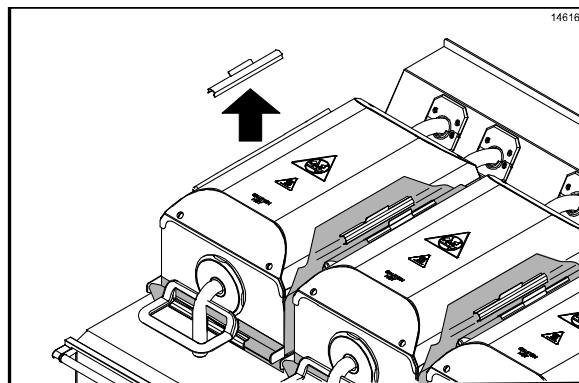

Figura 45
12. Retire os cliques de fixação, as barras e as folhas antiaderentes superiores e inferiores. Lave e enxágue os cliques e barras no tanque triplo. Se necessário, mergulhe-os em uma solução quente apropriada (**SolidSense APSC**) para remover o acúmulo de carbono. (Veja a Figura 45.)